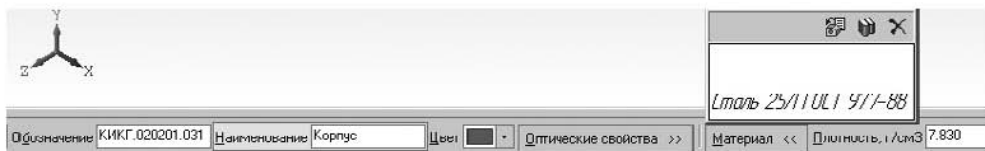

Рис. 3.26. Ввод свойств корпуса
1. Откройте файл детали корпус. Щелкните правой кнопкой мыши. Появится контекстное меню. Выберите в нем пункт **Свойства**. Появится панель **Свойства**. Введите обозначение детали «КИКГ.020201.031», ее наименование «Корпус» и материал, из которого она изготовлена, «Сталь 25Л ГОСТ 977–88» (рис. 3.26). Закройте диалоговое окно определения свойств детали. Убедитесь в том, что вершина дерева модели текущая (выделена цветом). Если это не так, сделайте ее текущей.